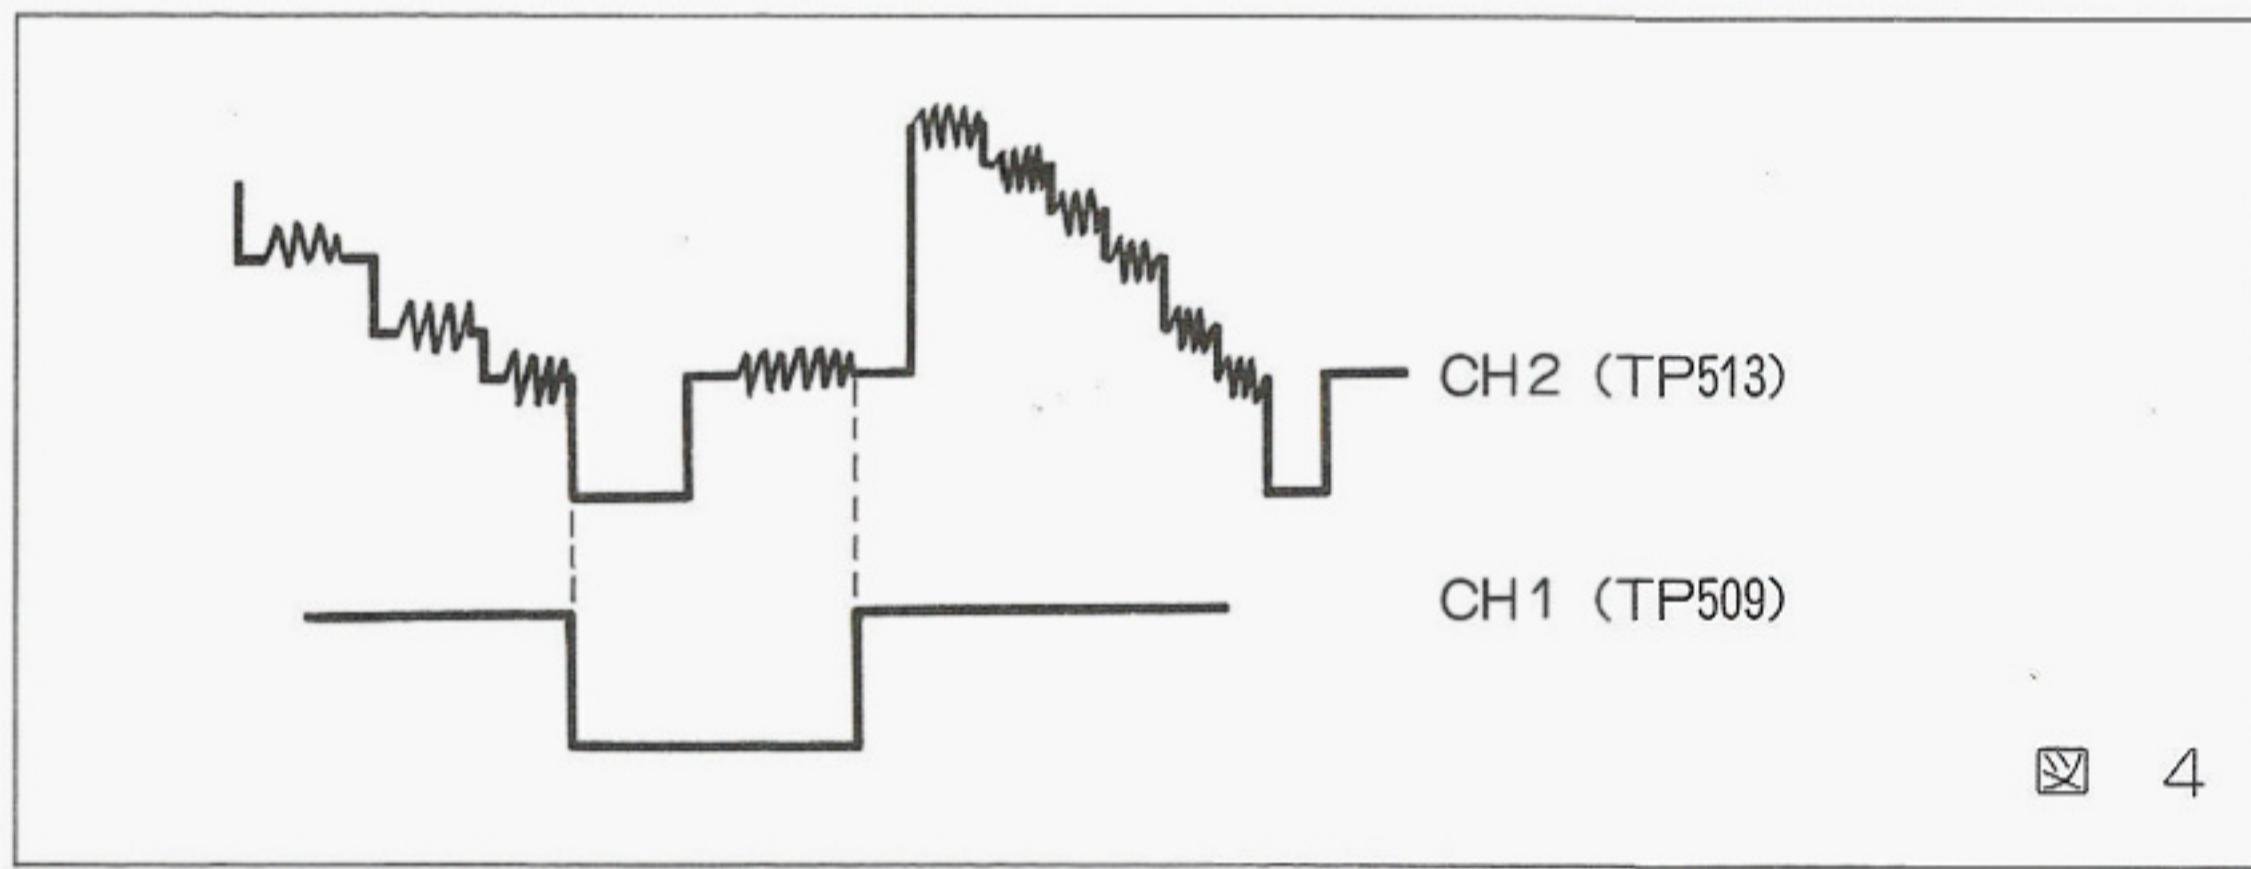

図 4
- 5) 図4の様にR546を調整しⒶ点をバースト信号のENDに合わせます。